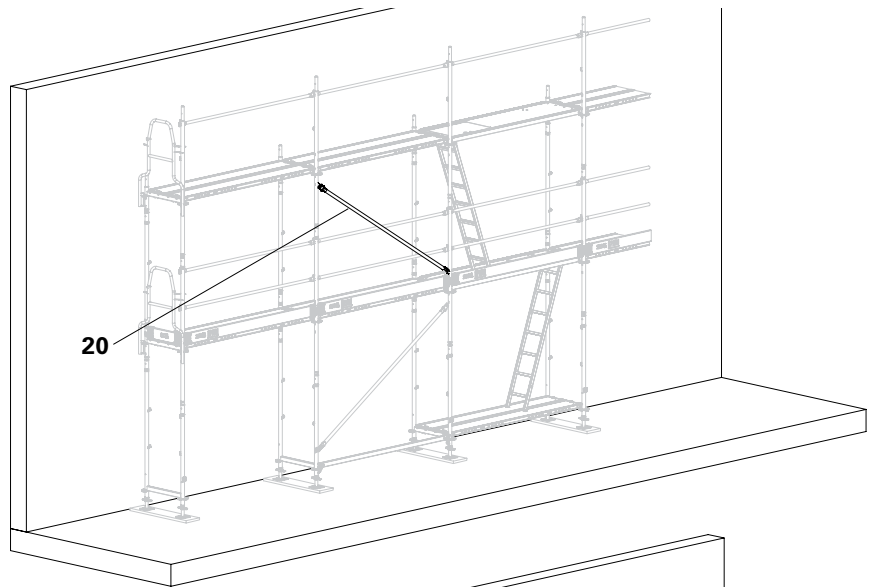

Abb. B4.04
5. Längsdiagonalen EBF (20) gemäß Kapitel E5 Ankerraster montieren. (Abb. B4.04)